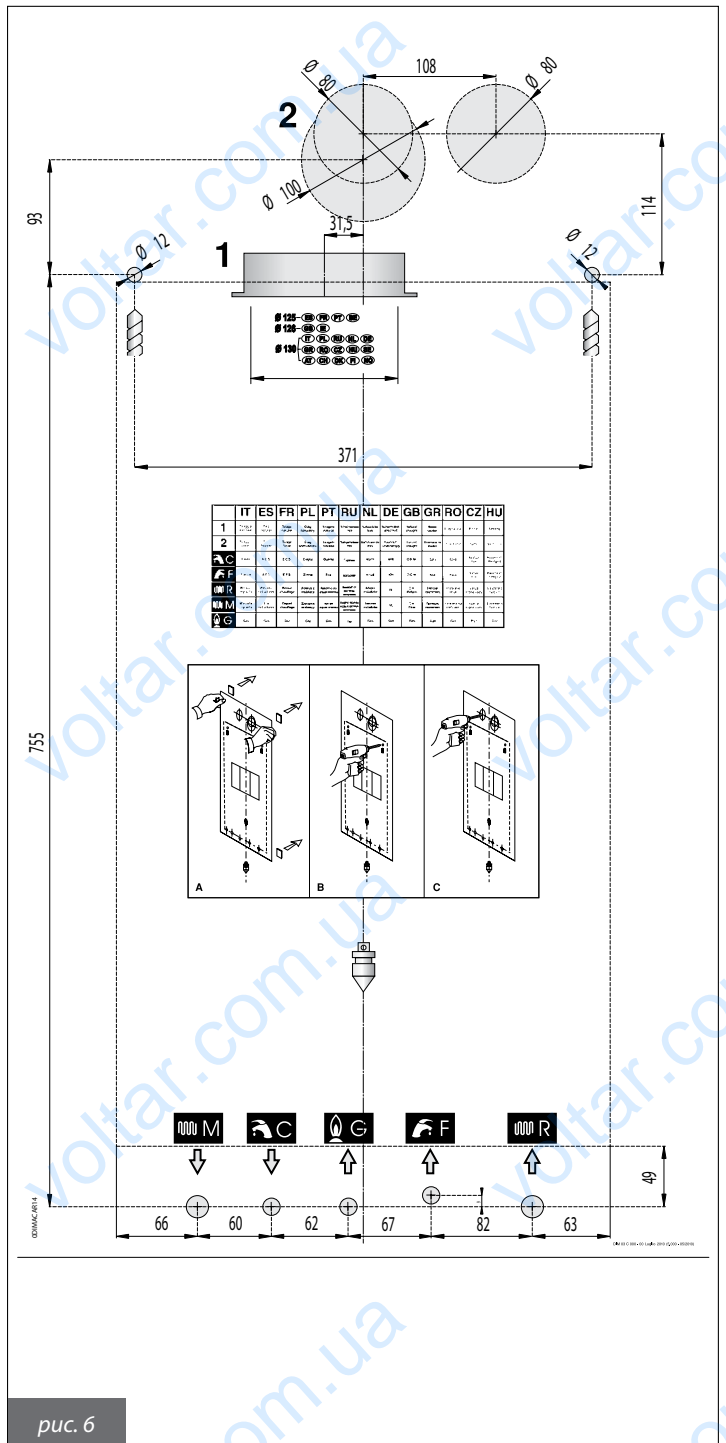

рис. 6
- монтажный шаблон (рис. 6);
Каждый котел снабжен специальным бумажным шаблоном, находящимся в упаковке (рис. 6), который позволяет подготовить трубы для подключения к системе отопления, к линии воды санитарного назначения, к газовой магистрали и воздухоподающие/дымоотводящие трубы в момент их разводки, т.е. до начала установки котла на выбранное место.